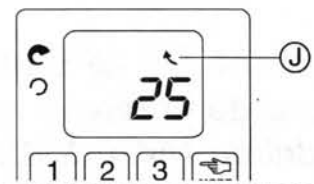

FIG.2 MODALIDAD NORMAL
- [J] SIMBOLO DE MODALIDAD - Muestra la modalidad actual. (Ver Fig. 2, 3, 4, 5)
Pulsar la TECLA MODE (MODALIDAD) para visualizar el símbolo  (Fig. 2). Digitar cualquier número del 1 al 999. Oprimir el BRAZO ACCIONADOR para que la unidad cicle una vez, retroceda y se pare.